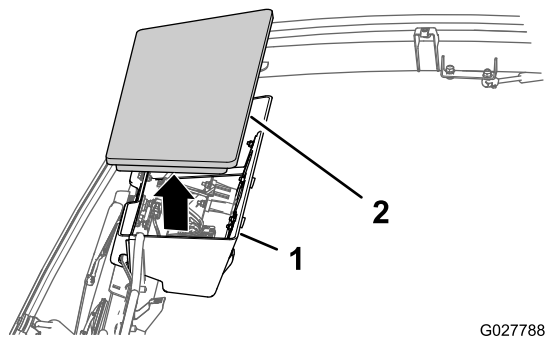

Figura 34
3. Retire a tampa da consola superior (Figura 34).